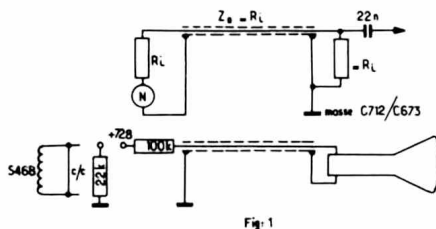

Fig. 1
- Générateur à 10,7 MHz modulé  $\pm$  300 KHZ chargé par une résistance et un condensateur (voir fig.1) niveau tel que la tension de sortie sur l'oscilloscope n'excède pas 1 V., au préalable court-circuiter S 468 côté diodes (voir fig1)
| fig.1  | R 524-S464masse C712     | S 467                      | Symétrique                           |
| Fig.1  | C 662-S456masse 673      | S 462                      | Symétrique                           |